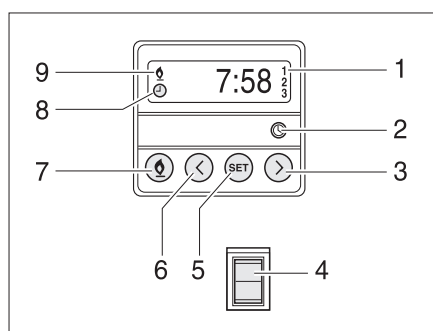

Fig. 215 Unité de commande pour le chauffage d'appoint
- Appuyer sur la touche (Fig. 215,7). Le mode chauffage est indiqué par le symbole (Fig. 215,9). Le ventilateur ne s'allume que quand la température de l'eau de refroidissement atteint 30 °C.
- Appuyer sur la touche (Fig. 215,7). Le symbole (Fig. 215,9) s'éteint.
- Appuyer sur le bas de l'interrupteur (Fig. 215,4). Le moteur est préchauffé. Le ventilateur est immédiatement allumé.
- Appuyer sur le haut de l'interrupteur (Fig. 215,4). Le moteur reste froid.
- Appuyer sur la touche (Fig. 215,2). Le menu réglage de l'heure est indiqué par le symbole (Fig. 215,8).
- Régler l'heure avec les touches (Fig. 215,3 et 6).
- Appuyer sur la touche (Fig. 215,5).
- Régler le temps de démarrage dans les 10 secondes qui suivent avec les touches (Fig. 215,3 et 6).
- Appuyer plusieurs fois sur la touche (Fig. 215,5) jusqu'à ce que le numéro de programme désiré (Fig. 215,1) apparaisse sur l'écran.